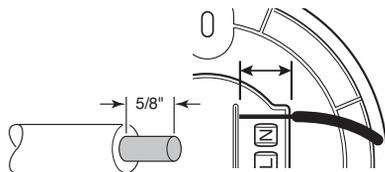

Figure 1
*Remarque :* Au besoin, dénudez 5/8 po d'isolant sur les fils de la boîte de jonction. Servez-vous du guide à mesurer les fils à l'arrière de la plaque de montage pour avoir la bonne longueur de fil (voir la Figure 1).